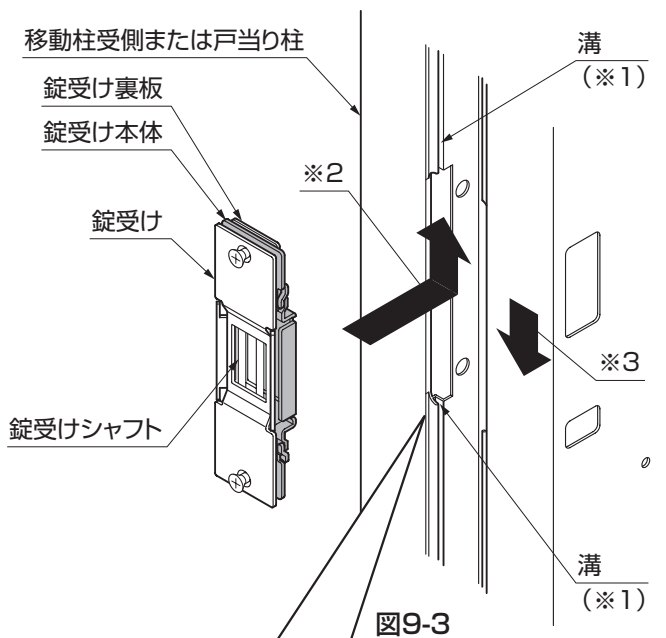

図9-3
② 錠受け本体を移動柱受側または戸当り柱の溝(※1)部分にスライド(※2、※3)させて入れてください。(図9-3参照)